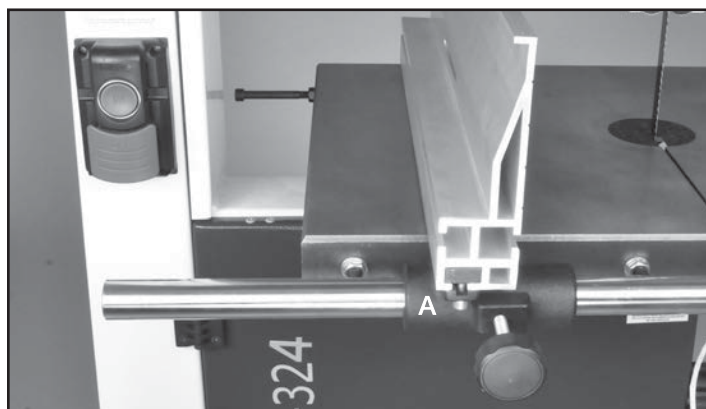

FIGURE 6
2. Faites glisser le transporteur de clôture (# 6F) et l'Assemblée de clôture sur le rail de guidage de la clôture. Fig. 6.
3. Bloquer le porte-barrière en place sur le rail en serrant la barrière bouton de verrouillage (# 7F), qui est situé sur la face avant du support. Fig. 6, A.